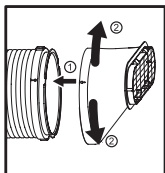

Fig. 2
2. Alignez les flèches sur la sortie du tuyau et le tuyau. Fixez le connecteur de sortie du tuyau en le tournant dans le sens des aiguilles d'une montre ou dans le sens inverse des aiguilles d'une montre (fig. 2)